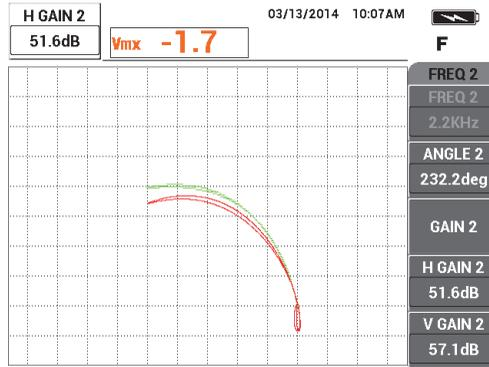

Figura 5-125 Ajuste de la amplitud horizontal de la señal de frecuencia 2
15. Pulse dos veces la tecla GAIN (**dB**) y, después, disminuya la amplitud horizontal de la señal de frecuencia 2 (verde) hasta extenderla precisamente 5 divisiones a la izquierda del punto nulo. Vea la Figura 5-125 en la página 235.